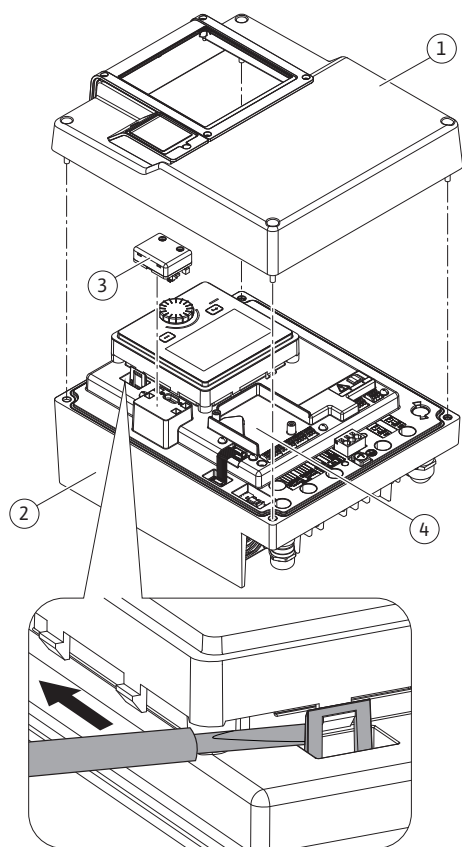
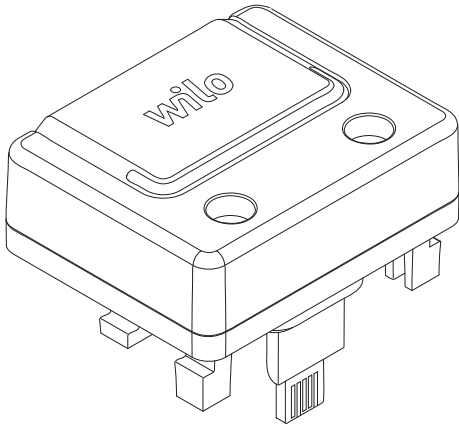

Fig. 26: Modulo elettronico
Fig. 27: Modulo Wilo-Smart Connect BT
L'interfaccia Bluetooth del modulo BT Wilo-Smart Connect (Fig. 26, pos. 3 e Fig. 27) serve al collegamento a terminali mobili come smartphone e tablet. Nell'app Wilo-Assistant si trova la funzione Wilo-Smart Connect. Grazie alla funzione Wilo-Smart Connect è possibile comandare e regolare la pompa, nonché leggerne i dati. Per le impostazioni vedi capitolo "Messa in servizio" [► 49].
1. Allentare le quattro viti della parte superiore del modulo elettronico (Fig. 26, pos. 1, Fig. I, pos. 2).
3. Inserire il modulo BT Wilo-Smart Connect nell'apposita interfaccia Wilo-Connectivity Interface. Vedi Fig. 26, pos. 3.
I moduli CIF (accessori) servono alla comunicazione tra le pompe e il sistema di controllo dell'edificio. I moduli CIF sono inseriti nel modulo elettronico (Fig. 26, pos. 4).